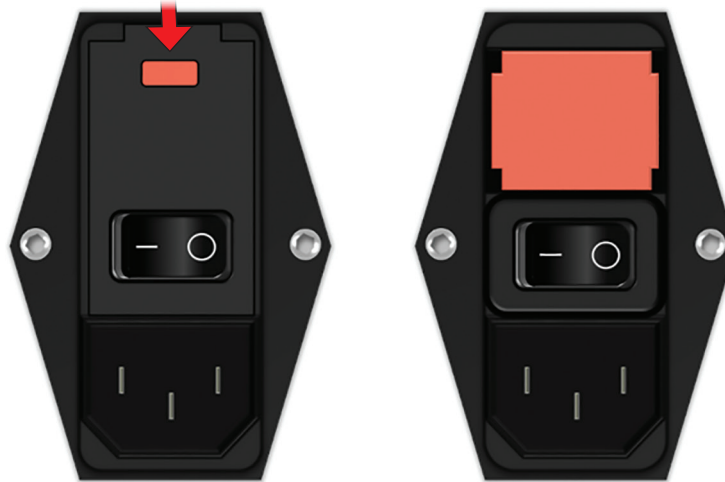

Figure 13.4.1 : Module d'entrée d'alimentation/commutation/fusibles pour le remplacement des fusibles
Les fusibles sont placés dans le porte-fusibles à l'intérieur du module d'entrée d'alimentation/commutation/fusibles situé à l'arrière du générateur. Voir la Figure 13.4.1 ci-dessous.
3. Ouvrez le couvercle du module d'entrée d'alimentation/commutation/fusibles à l'aide d'un tournevis plat dans les fentes supérieures pour faire levier, comme illustré à la Figure 13.4.1.